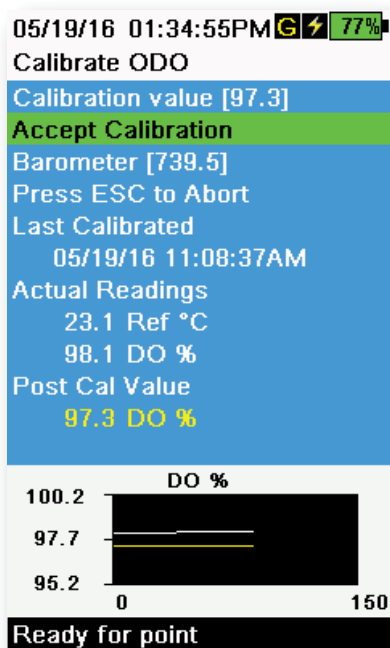

Figura 51 Calibra ODO %
6. Osservare le letture delle misure effettive per la stabilità (la linea bianca sul grafico non mostra alcun cambiamento significativo per 40 secondi), quindi selezionare **Accept Calibration (Accetta calibrazione)** (Figura 51). "Calibrazione riuscita!" sarà visualizzato nell'area dei messaggi.